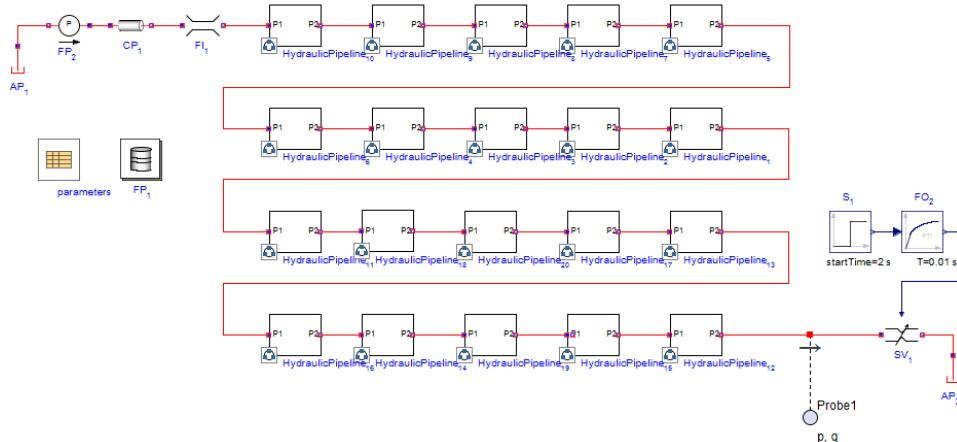
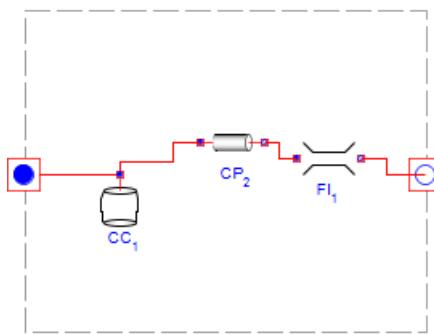

図6.28 ウォーターハンマー
図6.29 離散化されたパイプラインのセグメント
図6.29「離散化されたパイプラインのセグメント」に示すように、各サブシステムは、Compliant Cylinder、Circular Pipe、および Fluid Inertia コンポーネントで構成されています。全長 L 、容量 V 、 N 個に分割されたパイプラインには、 $N + 1$ 個のパイプ(それぞれの長さは
1. 図6.28 「ウォーターハンマー」 や 図6.29 「離散化されたパイプラインのセグメント」 にあるようなコンポーネントと接続のあるモデルを作成します。
4. **Fixed Pressure** コンポーネントの (図6.28 「ウォーターハンマー」 の FP_2) 圧力 (P) を 500kPa に設定します。